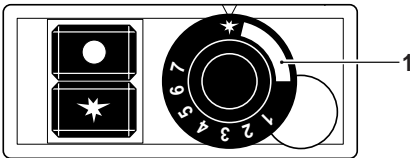

Bild 1
- ▶ Bei längeren Betriebspausen: Temperaturregler (1) auf Zündstellung drehen (Bild 1).